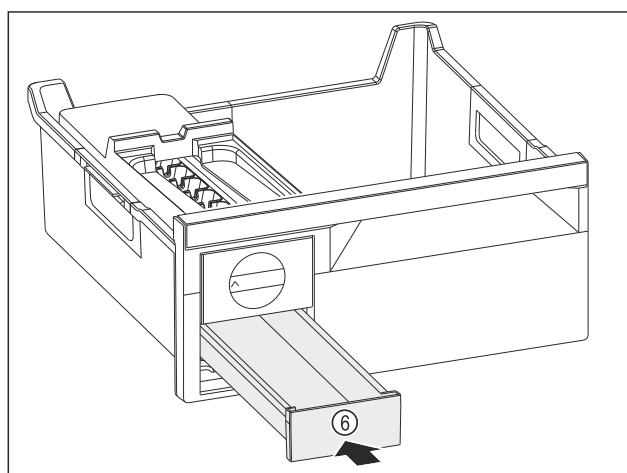

Fig. 176
- Вдвиньте выдвижной ящик для кубиков льда Fig. 176 (6).